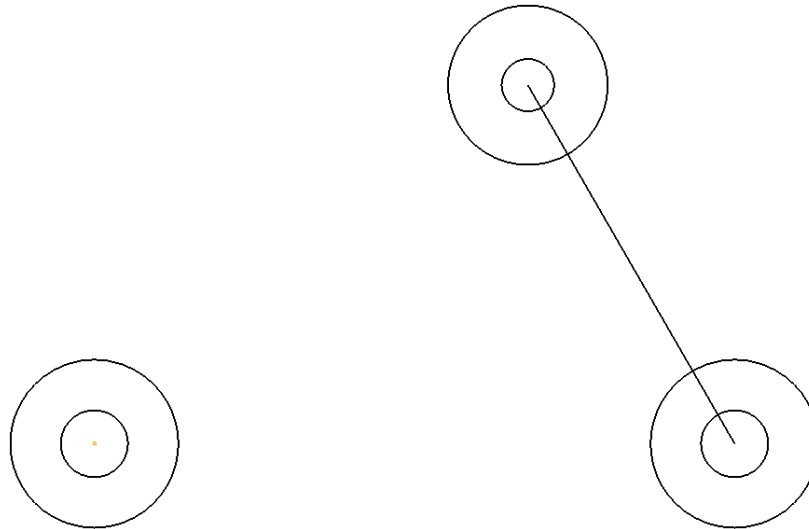

Figura 2.33 Círculos dibujados en extremo de línea de construcción.
- Crear un arco completo (círculo) , con un radio de 38 mm , pulsar Intro, posicionar el cursor sobre el extremo de la línea de construcción para que aparezca la etiqueta de construcción Centro, pulsar Intro (Figura 2.33).